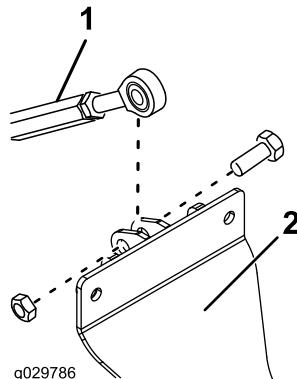

図5
6. ねじ山付きリンクの端をシリンダサポートアセンブリに固定するボルト $1/2 \times 1\text{-}1/2$ インチ1本、ロックナット $1/2$ インチ1個を使用して図5のように取り付ける。